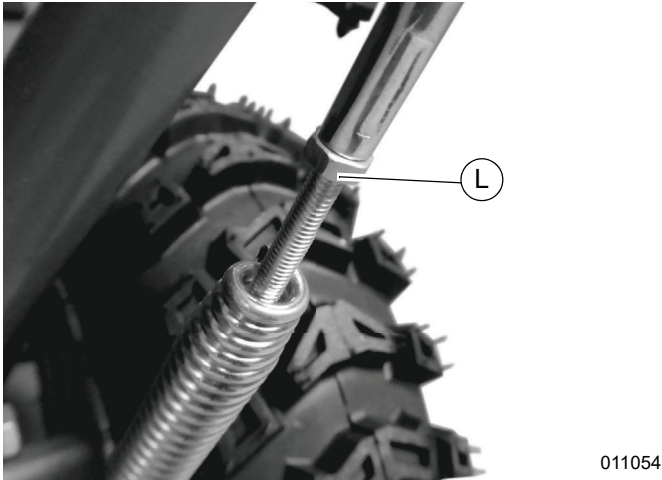

Figura 2-8. Contratuerca del cable de control
7. Consulte la **Figura 2-8**. Levante las cubiertas de plástico e inspeccione las contratuercas (L) del cable de control de la barrena y del cable de control de accionamiento para verificar que estén apretadas. Apriete según sea necesario con una llave de 6 mm para afirmar el cable y una llave de 8 mm para apretar la tuerca.